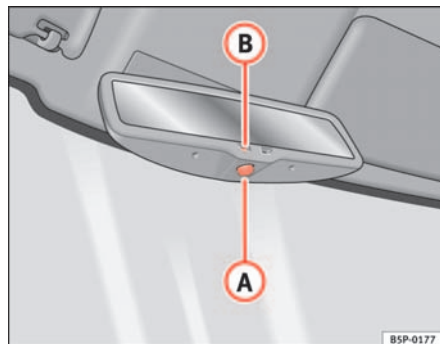

Abb. 66 Automatisch abblendbarer Innenspiegel
- Drücken Sie die Taste **A** ⇒ Abb. 66. Die Kontrollleuchte **B** erlischt.
- Drücken Sie die Taste **A** ⇒ Abb. 66. Kontrollleuchte leuchtet auf.